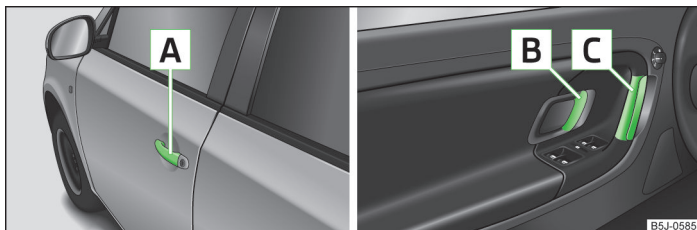

Fig. 11 Poignée de la portière / manette d'ouverture des portières
- Déverrouillez le véhicule et tirez sur la porte que vous souhaitez ouvrir en la prenant par la poignée **A** » fig. 11.